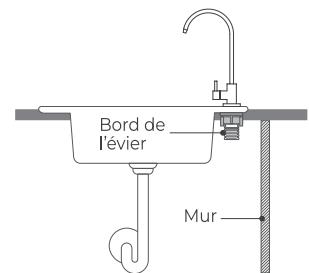

Figure 4
- Choisissez un emplacement approprié pour installer le robinet et laissez suffisamment d'espace pour la rondelle de montage afin d'éviter le contact avec le mur ou l'évier (**Figure 4**).